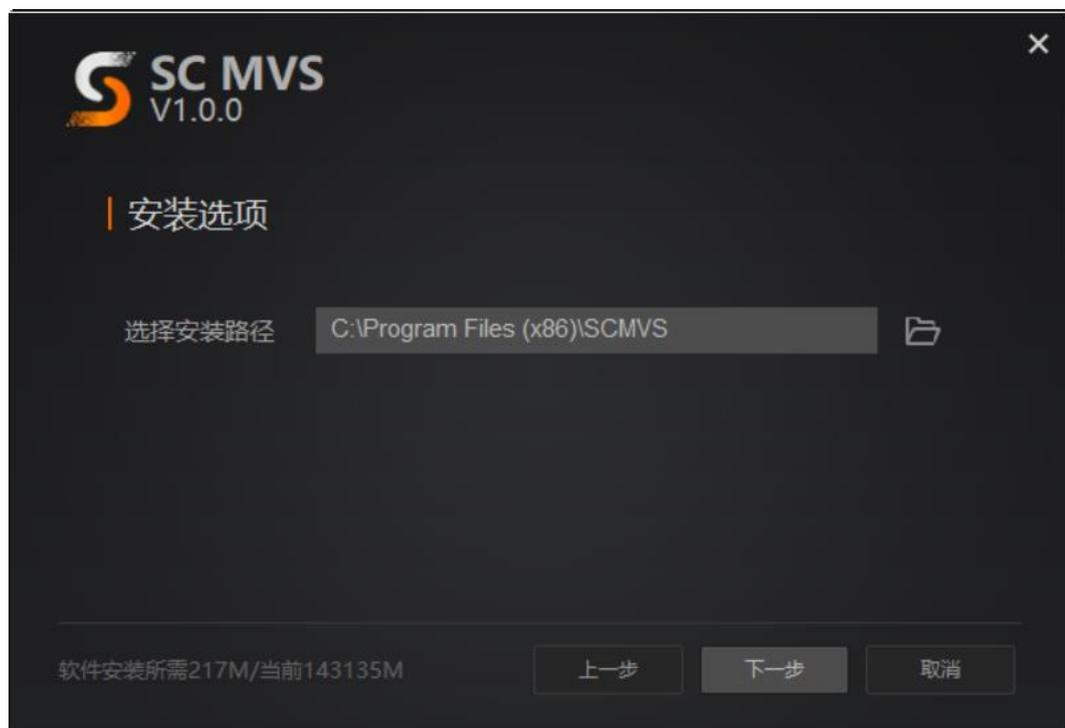

图2-5 安装选项
3. 选择安装路径，并点击“下一步”开始安装，如图 2-5 所示。